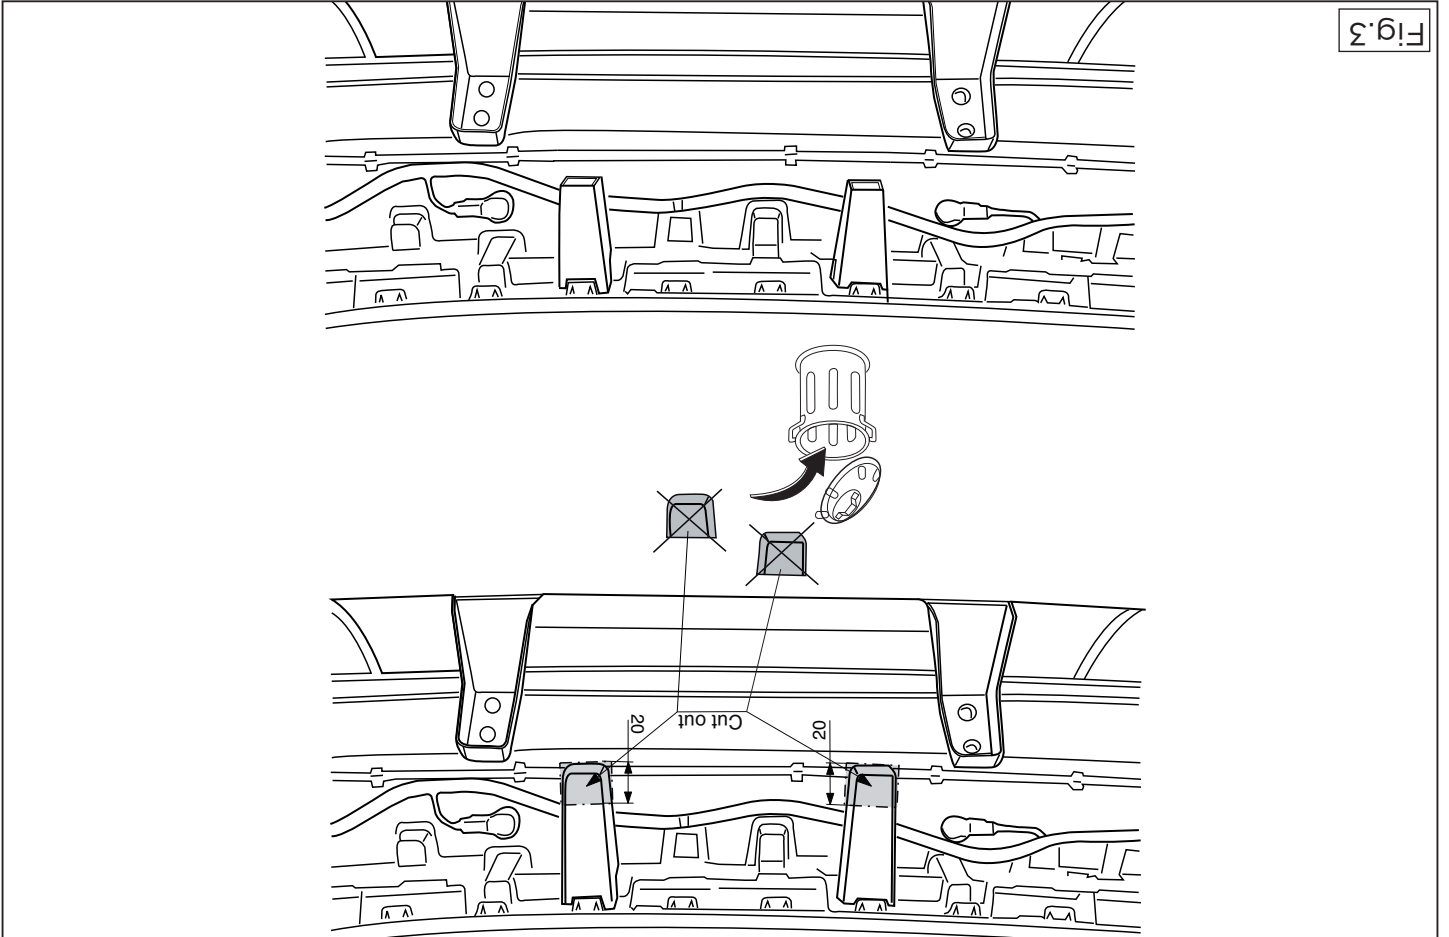

Fig. 3
9. Saw out from the bumperinnerwork the section indicated in accordance with fig. 3.
9. Gemäß Fig. 3. die angegebenen Stücke aus der Stoßstangeninnenverkleidung heraussägen.